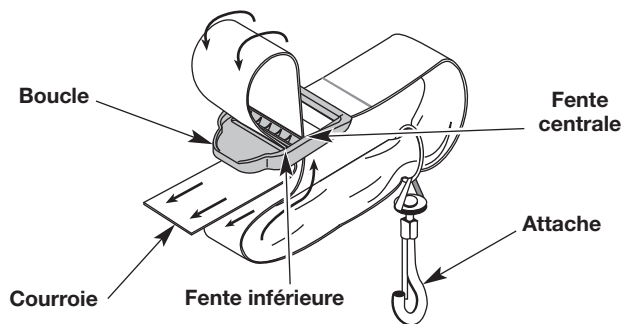

Fig. 4
1. Poussez la courroie à travers la fente centrale de la boucle (Fig. 4).
2. Repliez la sangle et faites-la passer dans la fente inférieure de la boucle (Fig. 4).